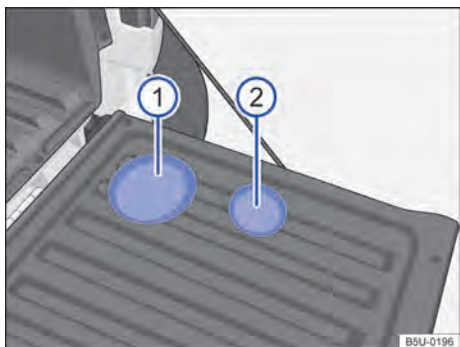

Fig. 103 No revestimento da tampa do compartimento de carga: ① porta-garrafas e ② porta-copos.
Para utilizar os porta-garrafas → Fig. 103 ① e os porta-copos ② abra a tampa do compartimento de carga.